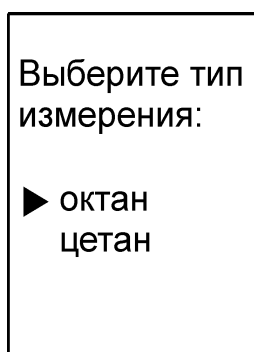

Рисунок 9 — Выбор типа измерения
- нажатием кнопки  $\leftarrow$  войти в подменю и кнопками  $\uparrow$ ,  $\downarrow$  установить курсор на выбранный тип измерений (рисунок 9);